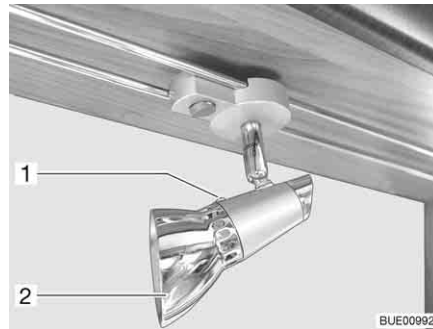

Fig. 269 Spot halogène (coulissant)
- Dévisser la vis de fixation (Fig. 269,1).
- Retirer l'abat-jour (Fig. 269,2).